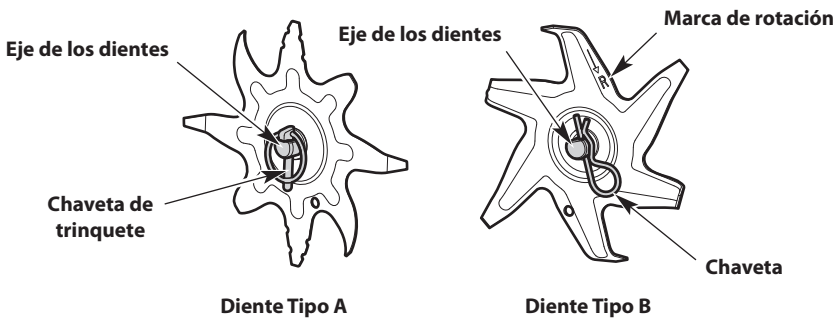

Fig. 9
3. Identifique el tipo de dientes que se incluyen con la unidad (Fig. 9).
1. Extraiga el pasador del extremo de cada eje de los dientes (Fig. 9).
3. Inserte un pasador por el orificio que está en el extremo del eje del diente (Fig. 9).